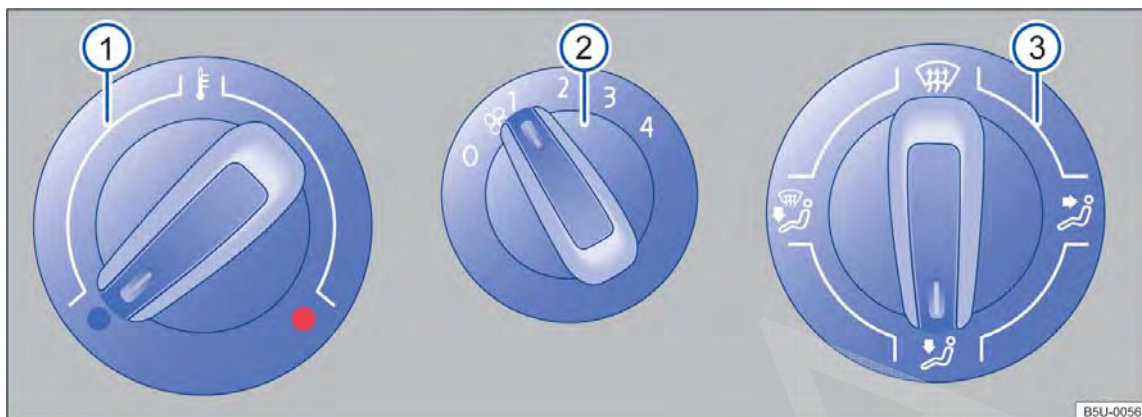
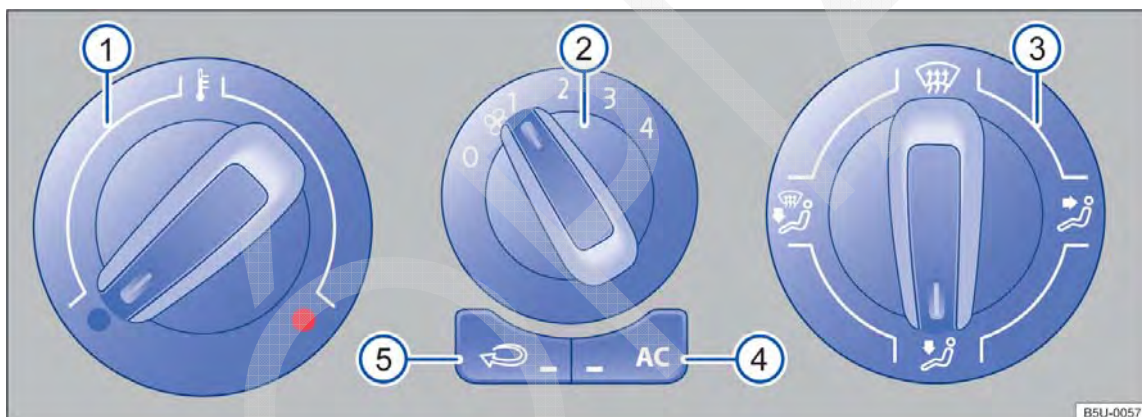

Fig. 121 No console central: comandos do sistema de ventilação e aquecimento.
Fig. 122 No console central: comandos do ar-condicionado.
→ Fig. 121 e ar-condicionado
→ Fig. 122.
Botão, regulador Informações complementares do sistema de ventilação e aquecimento → Fig. 121 e ar-condicionado → Fig. 122.
- Em veículos com sistema de aquecimento, colocar o regulador da temperatura → Fig. 121 ⓘ totalmente para a direita, para a posição máxima de aquecimento.
- Colocar o regulador da distribuição de ar → Fig. 122 ③ para a posição , nesta posição o modo de recirculação de ar não pode ser acionado.
- Colocar o ventilador ② no nível 3 ou 4.
- Colocar o regulador da temperatura ① na posição desejada.